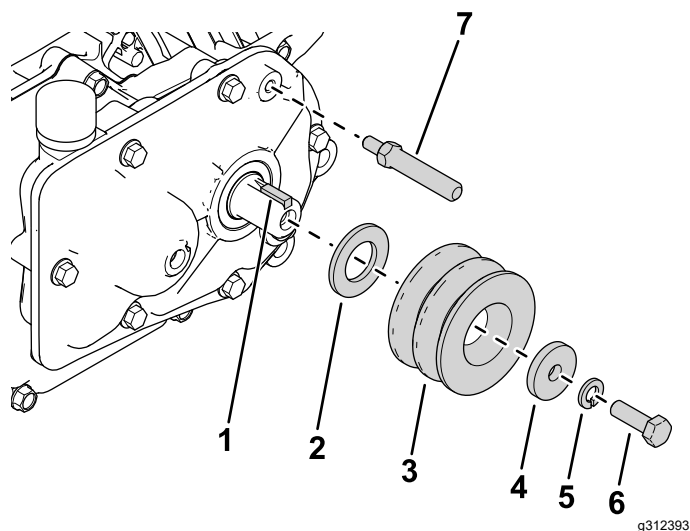

图 2
2. 把方形钥匙安装到输出轴上**图 2**。
3. 如**图 2**所示安装新垫圈M20、驱动皮带轮、垫圈 5/16 英寸、锁紧垫圈和螺栓 5/16 x 1 英寸。
4. 将牵引枢轴安装到齿轮箱**图 2**。